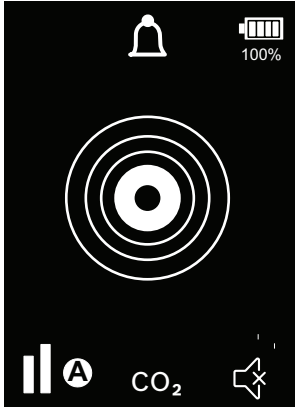

Fig. 11: Indicación de alarma con silenciamiento de audio (se muestra en modo automático)
- ! Con la alarma silenciada, el icono de la campana y el indicador de tamaño de fuga relativo aparecerán cuando se detecte refrigerante (CO2) (consulte la Fig. 11 y la Fig. 12, elemento 12c).